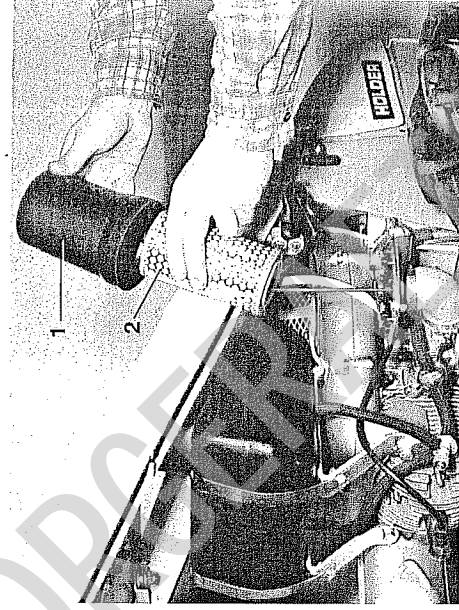

Abb. 8
4. Sechskantschraube (2 Abb. 8/E) und Sechskantmutter (1 Abb. 8/E) montieren.
5. Zugdorn (3 Abb. 8/E) anziehen
Achtung: Zugdorn hat Linksgewinde. Feder (4 Abb. 8/E) muß entspannt bleiben.
9 Abb. 8/E